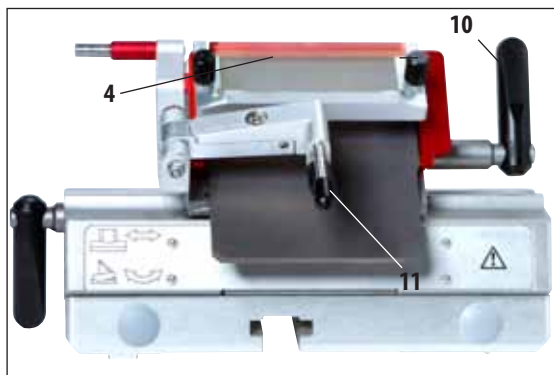

Fig. 4
4. Fixați pârghia de strângere (10) prin rotire în sens orar (a se vedea fig. 4).
5. Rabatați sistemul cu depărtător de incizie (4) cu pârghia (11) din nou spre dreapta (spre lama de incizie).